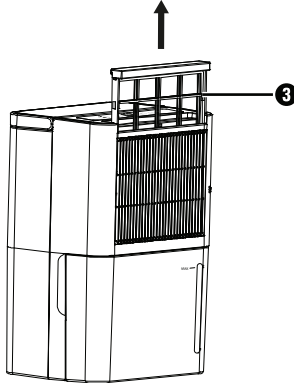

Bild 6
- ◆ Stäng av produkten och dra ut kontakten ❶ ur eluttaget.
- ◆ Luftfiltret ❸ sitter bakom luftinsläppsgallret ❷. Ta tag med fingrarna i luftfiltrets ❸ greppkant och dra det uppåt, ut ur produkten (se bild 6).